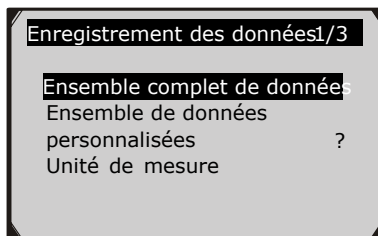

Figure 5.20
- 1) Pour enregistrer des données personnalisées, utilisez la touche de défilement **HAUT/BAS** pour sélectionner **Ensemble de données personnalisées** dans le menu **Enregistrement des données** et appuyez sur la touche **OK**. (Figure 5.20)